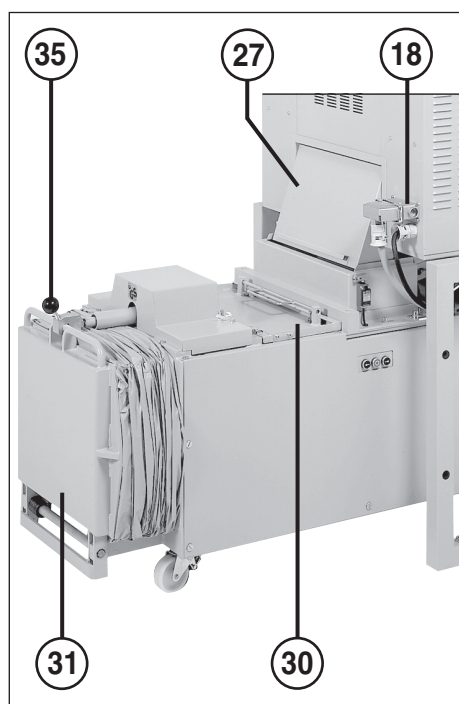

fig. 2
Lorsque l'espace au-dessus de la bande de transport arrière est entièrement rempli de matière déchiquetée en raison d'un bourrage dans l'orifice d'introduction du compacteur, l'équipement est alors stoppé par l'ouverture du volet de sortie (27) (fig. 2).